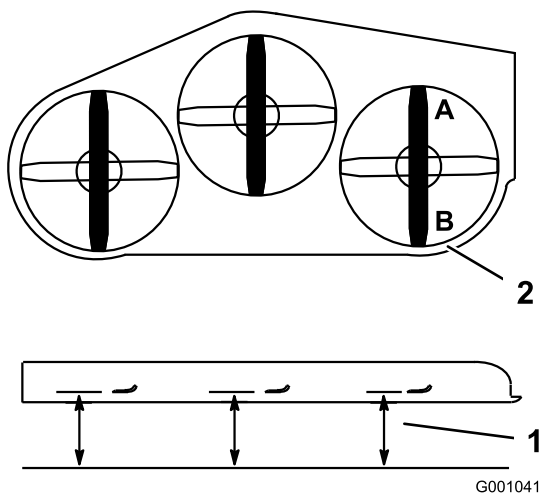

Figure 82
- Tournez 1 lame dans le sens longitudinal. Aux points **A** et **B**, mesurez l'écart entre une surface plane et le tranchant de la pointe des lames (Figure 82).